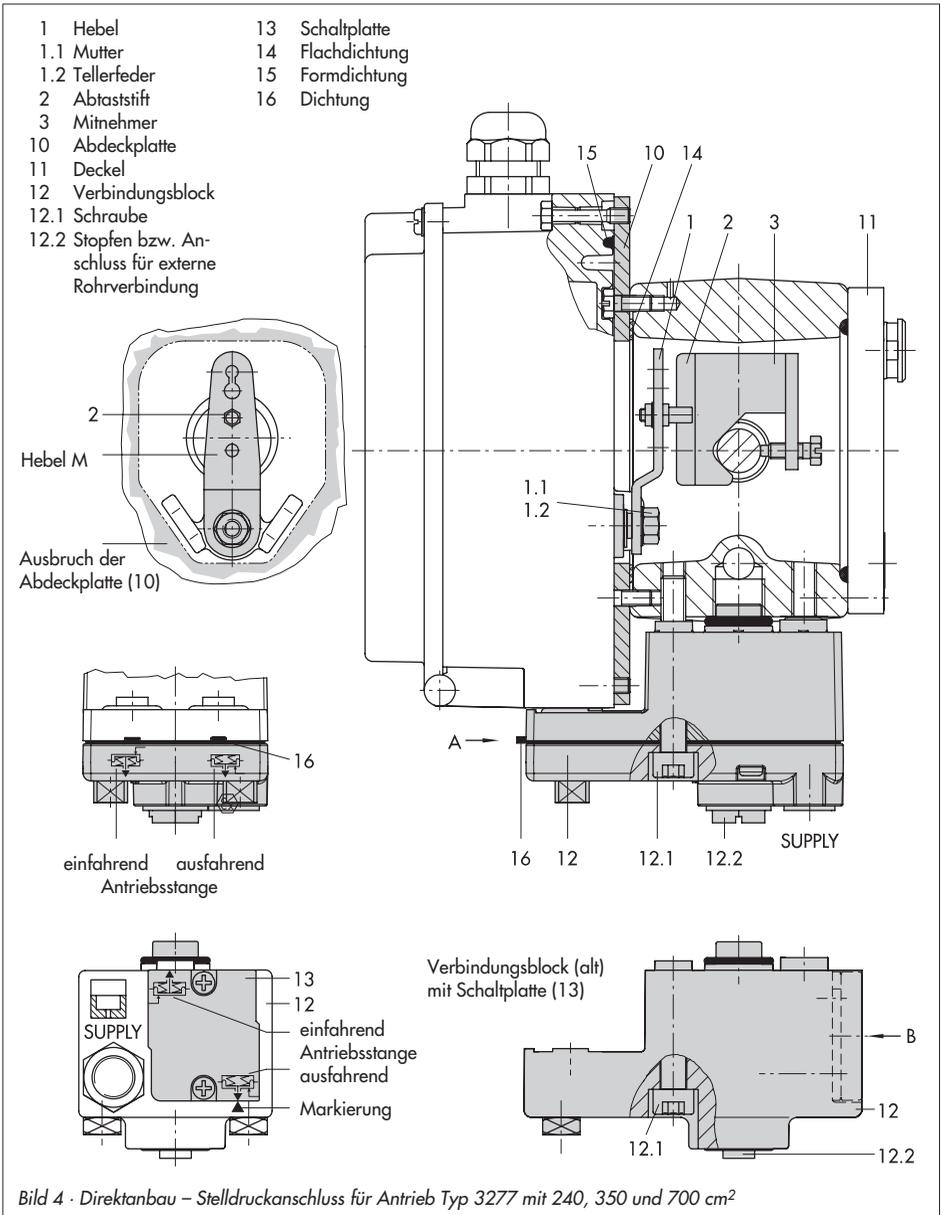

Bild 4 · Direktanbau – Stelldruckanschluss für Antrieb Typ 3277 mit 240, 350 und 700 cm²
1. Mitnehmer (3) an die Antriebsstange setzen, ausrichten und so festschrauben, dass die Befestigungsschraube in der Nut der Antriebsstange sitzt.
2. Abdeckplatte (10) mit schmaler Seite des Ausbruches (Bild 4 links) in Richtung zum Stelldruckanschluss befestigen, die aufgeklebte Flachdichtung (14) muss zum Antriebsjoch zeigen.
3. Bei Antrieben mit 700 cm² am Hebel **M** (1) auf der Stellungsreglerrückseite den Abtaststift (2) aus Stiftposition **35** lösen und in die Bohrung für Stiftposition **50** umsetzen und verschrauben.
6. Kontrollieren, ob die Zunge der Dichtung (16) seitlich am Verbindungsblock so ausgerichtet ist, dass das Antriebsymbol für „Antriebsstange ausfahrend“ bzw. „Antriebsstange einfahrend“ mit der Ausführung des Antriebes übereinstimmt. Andernfalls müssen die drei Befestigungsschrauben entfernt, die Deckplatte abgehoben und die Dichtung (16) um 180° gedreht wieder eingelegt werden. Beim alten Verbindungsblock (Bild 4 unten) muss die Schaltplatte (13) so gedreht werden, dass das entsprechende Antriebssymbol zur Pfeilmarkierung ausgerichtet ist.
7. Verbindungsblock (12) mit seinen Dichtungen an Stellungsregler und Antriebsjoch ansetzen und mit Befestigungsschraube (12.1) festziehen. Bei Antrieb „Antriebsstange einfahrend“ zusätzlich den Stopfen (12.2) entfernen und die externe Stelldruckleitung montieren.
8. Deckel (11) auf der Gegenseite montieren. Dabei unbedingt darauf achten, dass im eingebauten Zustand des Stellventiles der Entlüftungsstopfen nach unten zeigt, damit evtl. angesammeltes Kondenswasser abfließen kann.